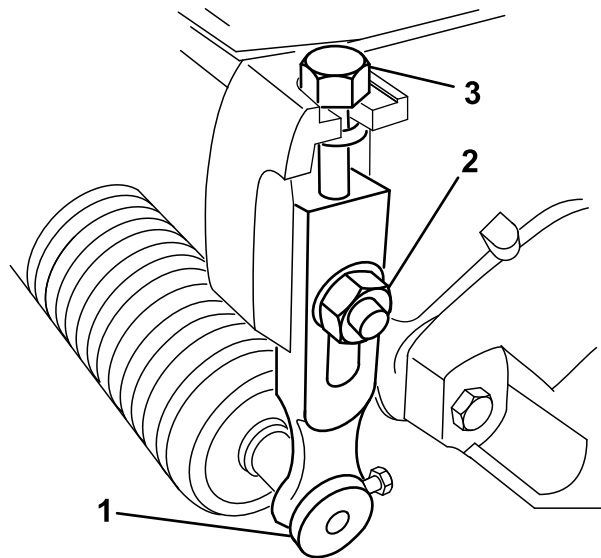

Figure 17
1. Desserrez les contre-écrous qui fixent les bras de hauteur de coupe aux plaques latérales de l'unité de coupe (Figure 17).